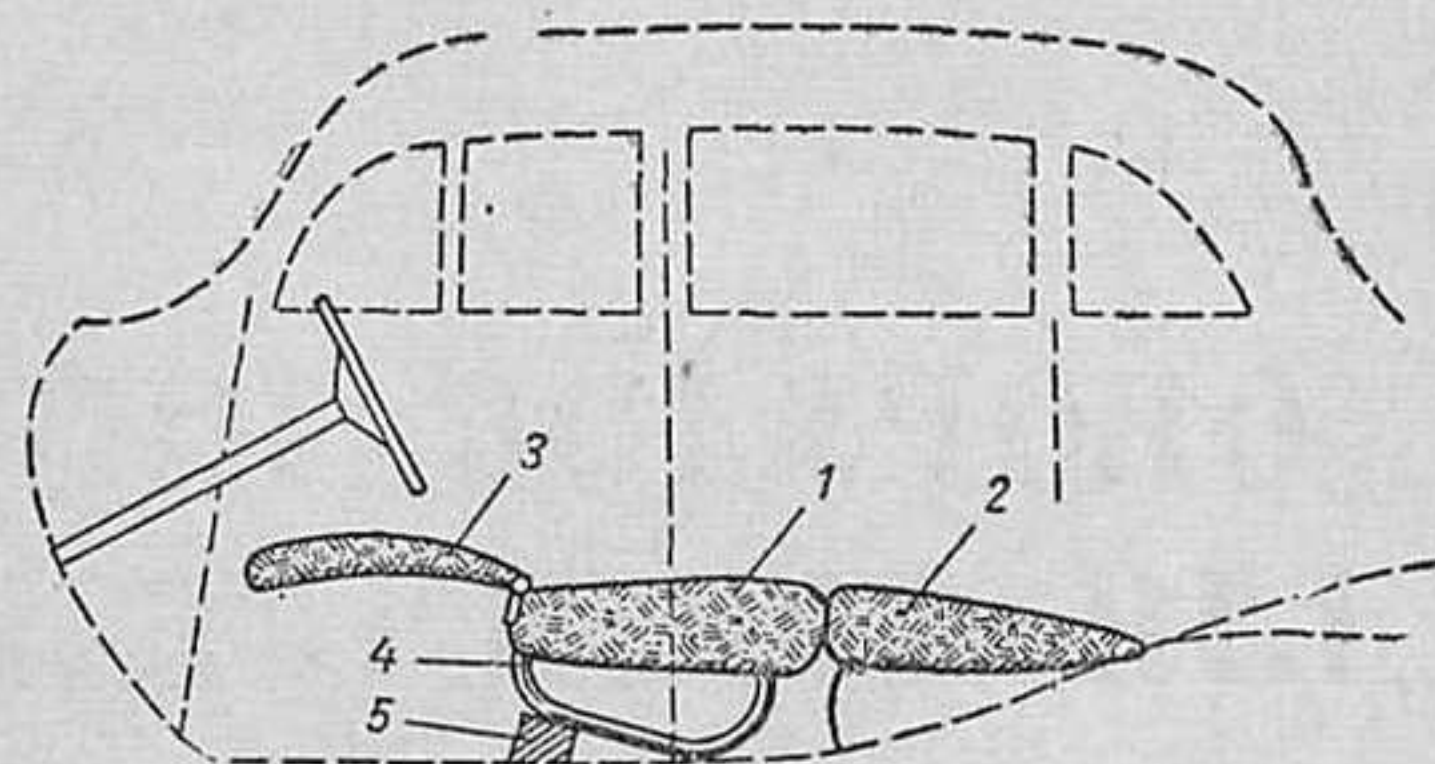

Рис. 2
2. Более удобным является способ, показанный на рис. 2. В этом случае спинки переднего сидения также должны быть переделаны с тем, чтобы их можно было откидывать вперед и назад.
Для устройства постели переднее сидение 1 (рис. 2) вынимают из автомобиля, разворачивают на 180° и ставят обратно так, чтобы передний край этого сидения совместился с передним краем заднего сидения 2. Откинутые спинки 3 переднего сидения, будучи направлены вперед по движению автомобиля, составят продолжение постели. Для выравнивания поверх-